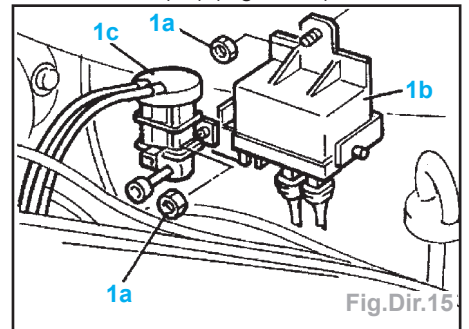

Fig.Dir.15
- Déplacer hors de la zone de travail le boîtier de préchauffage (1b) et l'électrovanne EGR (1c) (Fig.Dir.15).